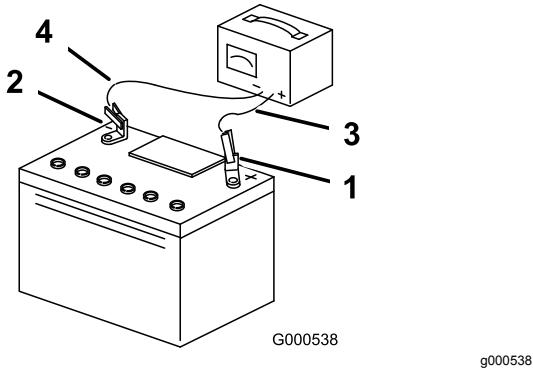

Figura 52
- Quando la batteria è completamente carica, staccate il caricabatterie dalla presa elettrica e scollegate i cavi di ricarica dai poli della batteria (Figura 52).